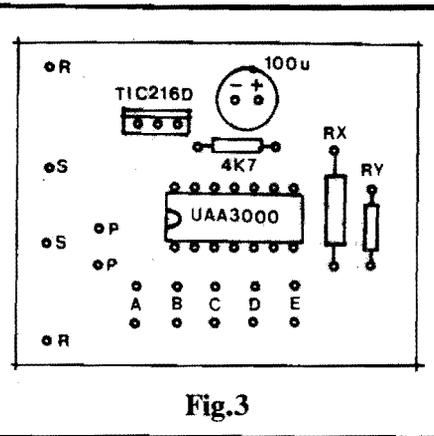

Fig.3
- **FIG. 3 - "CHAPEADO" DA MONTAGEM** - Com a placa agora vista pelo lado **não cobreado**, os irrisoriamente poucos componentes todos posicionados, não há o que errar...! Basta observar a orientação dos três compo-